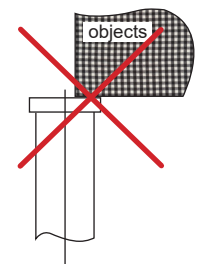

Abb. 2
- Verstellen Sie niemals das Sicherheitsventil (18), es wurde werksseitig so eingestellt, dass eine Überlastung verhindert wird. Die Komponenten 10, 11, 18, 19, 20, 21 sind jeweils alle Teil des Überlastschutzes.
- Heben Sie niemals auf der Kante des Heberkopfes (Abb. 2). Die Last muss immer zur Mittellinie des Hebers zentriert sein.